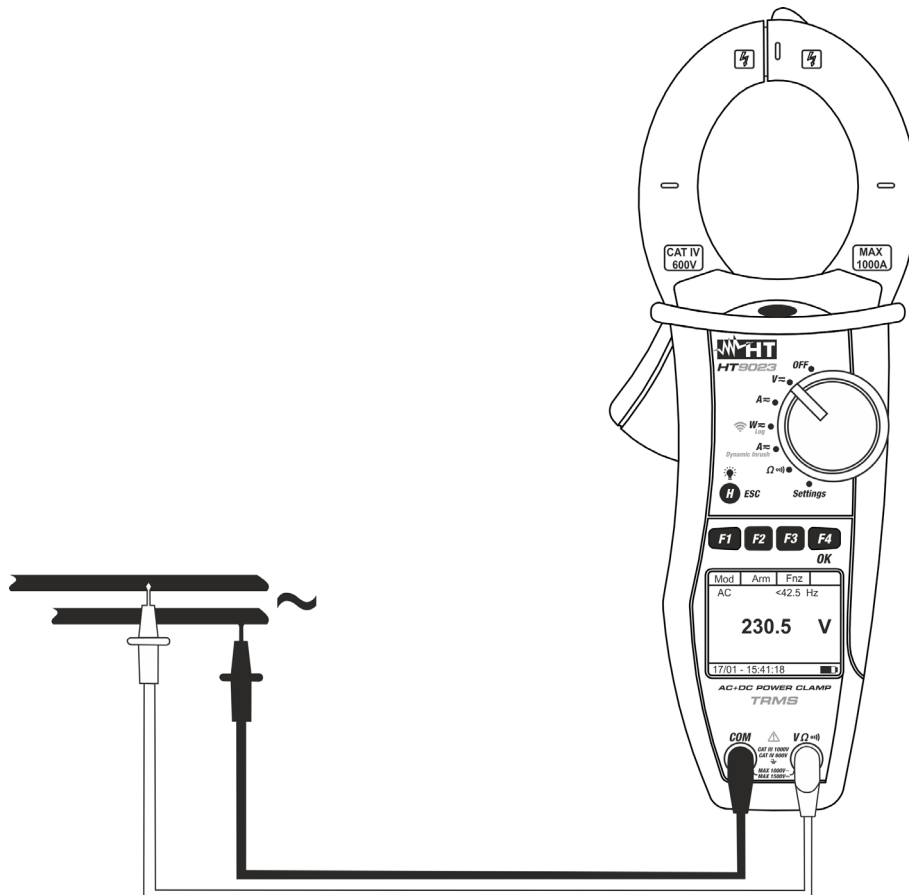

Fig. 6: Medida de Tensión CA y CA+CC
4. Inserte el cable rojo en el terminal de entrada **VΩ⁾⁾⁾** y el cable negro en el terminal de entrada **COM** y posicione las puntas en los puntos deseados del circuito en examen (vea Fig. 6)